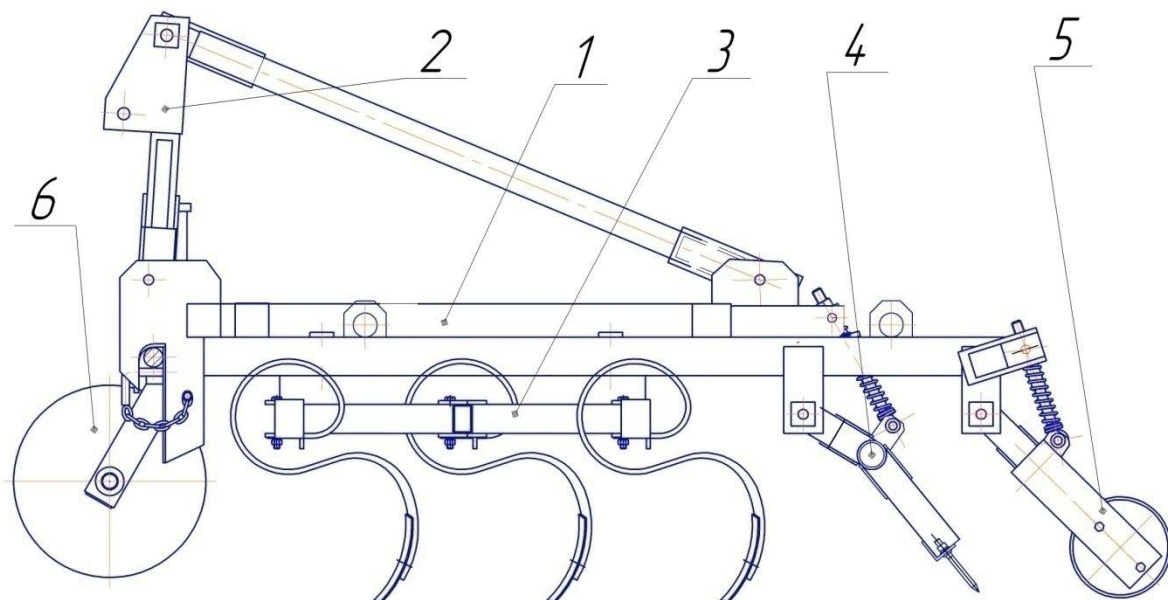

Рис.1 Культиватор навесной.
4.1 Культиватор КБМ (рис. 1) является комбинированным агрегатом в который входят три вида рабочих органов: рыхлитель пружинный 3, планочно-зубовой выравниватель 4, борона роторная (каток) 5.